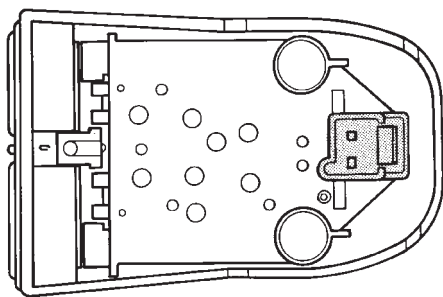

Abb. 6 Tempomat-Schalter
(1) Den Tempomat-Schalter "ON/OFF" (Ein/Aus) ausbauen und den 2-poligen Steckverbinder abziehen (Abb. 6).
(2) Die eine Prüfspitze eines Ohmmeters an den einen Kontaktstift und die andere Prüfspitze an den anderen Kontaktstift anhalten. Es darf kein Durchgang angezeigt werden. Die Taste "OFF" (Aus) drücken. Es muß ein Widerstand zwischen 0 und 0,5 Ohm angezeigt werden. Die Taste "ON" (Ein) drücken. Es muß ein Widerstand zwischen 15.245 und 15.555 Ohm angezeigt werden. Liegen die gemessenen Widerstände nicht innerhalb der genannten Toleranzen, die defekte Schaltereinheit austauschen.
(3) Die Schaltereinheit mit den Tasten "RESUME", (Wiederaufnahme) "SET" (Einstellen) und "CANCEL" (Abbrechen) abbauen und den 2-poligen Steckverbinder abziehen.
(4) Die eine Prüfspitze eines Ohmmeters an den einen Kontaktstift und die andere Prüfspitze an den anderen Kontaktstift anhalten. Es darf kein Durchgang angezeigt werden. Die Taste "SET" (Einstellen) drücken. Es muß ein Widerstand zwischen 2.910 und 2.970 Ohm angezeigt werden. Die Taste "RESUME" (Wiederaufnahme) drücken. Es muß ein Widerstand zwischen 6.580 und 6.720 Ohm angezeigt werden. Die Taste "CANCEL" (Abbrechen) drücken. Es muß ein Widerstand zwischen 900 und 920 Ohm angezeigt werden. Liegen die gemessenen Widerstände nicht innerhalb der genannten Toleranzen, die defekte Schaltereinheit austauschen.